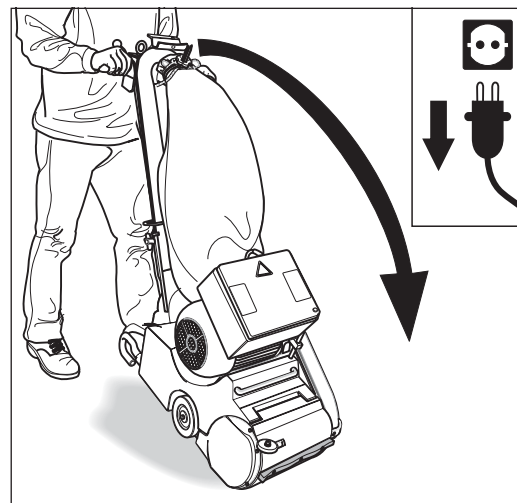
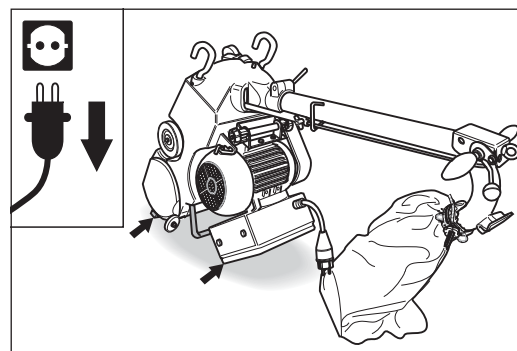

Abb. 78 Den Netzstecker aus der Steckdose ziehen und die Maschine langsam nach vorne kippen.
Abb. 79 Die Maschine vorsichtig auf dem Boden ablegen. **Auf einen sicheren Stand der Maschine achten!**
- 3 Kippen Sie die Maschine über den Haltebügel langsam nach vorne (Abb. 78) und legen Sie die Maschine vorsichtig auf dem Boden ab (Abb. 79). **Achten Sie auf einen sicheren Stand der Maschine!**